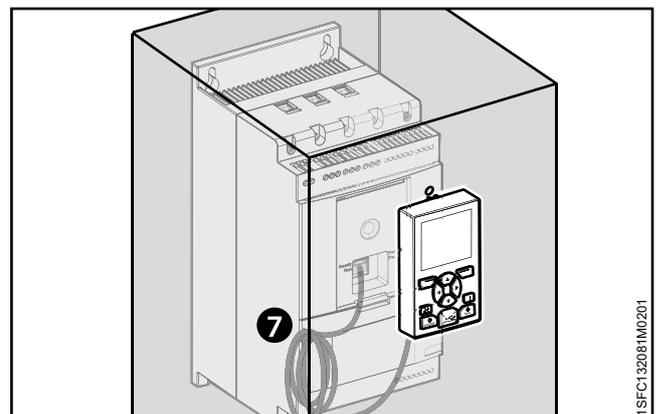

Рис. 4.12
5. Убедитесь, что сетевой кабель вставлен в оба порта должным образом. Сверните оставшуюся часть кабеля во избежание пережатия кабеля дверью, см. **7** на **Рис. 4.12**. Закройте дверь корпуса и включите рабочее напряжение. Убедитесь, что внешняя панель управления работает.